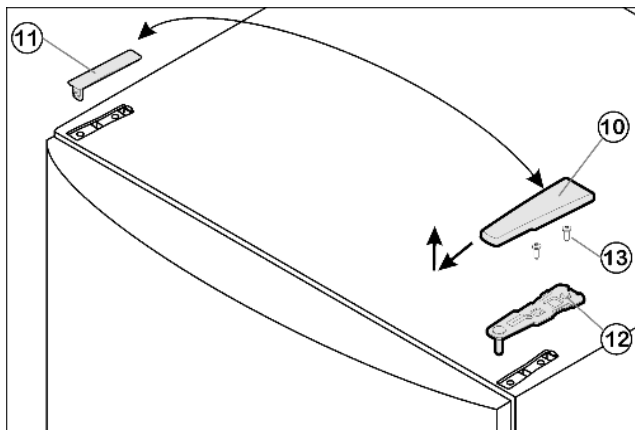

Fig. 6
- ▶ Abdeckung *Fig. 6 (10)* nach vorne und oben abziehen.
- ▶ Abdeckung *Fig. 6 (11)* abheben.
- ▶ Oberen Lagerbock *Fig. 6 (12)* abschrauben (2 mal Torx 25) *Fig. 6 (13)* und nach oben abziehen.
- ▶ Oberen Lagerbock Fig. 6 (12) auf der neuen Scharnierseite in die Tür einsetzen.
- ▶ Oberen Lagerbock Fig. 6 (12) **fest (mit 4 Nm)** anschrauben (2 mal Torx 25) Fig. 6 (13). Schraublöcher evtl. vorstechen oder Akkuschrauber verwenden.
- ▶ Abdeckung Fig. 6 (10) und Abdeckung Fig. 6 (11) jeweils auf der Gegenseite aufrasten.